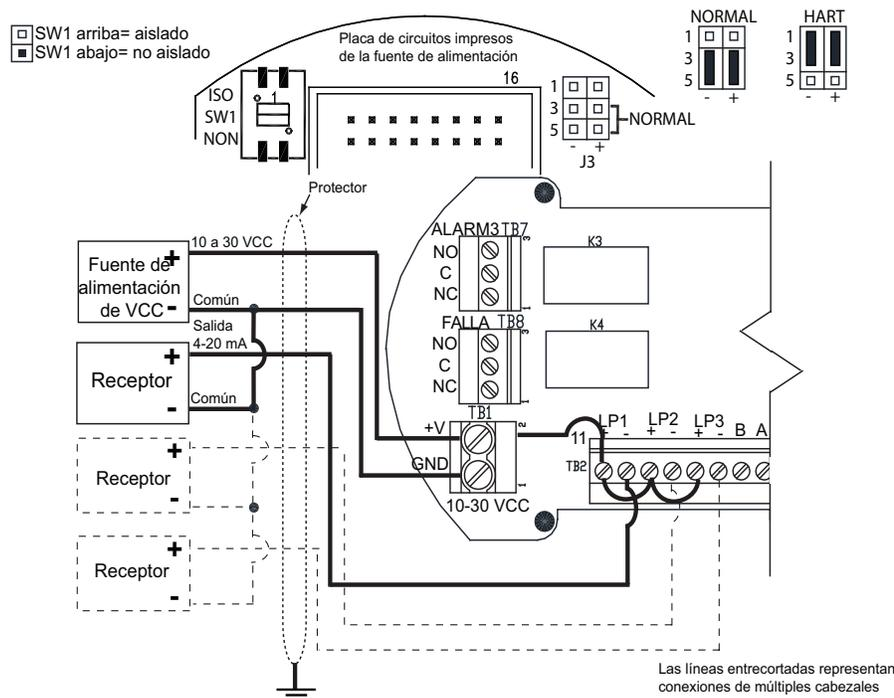
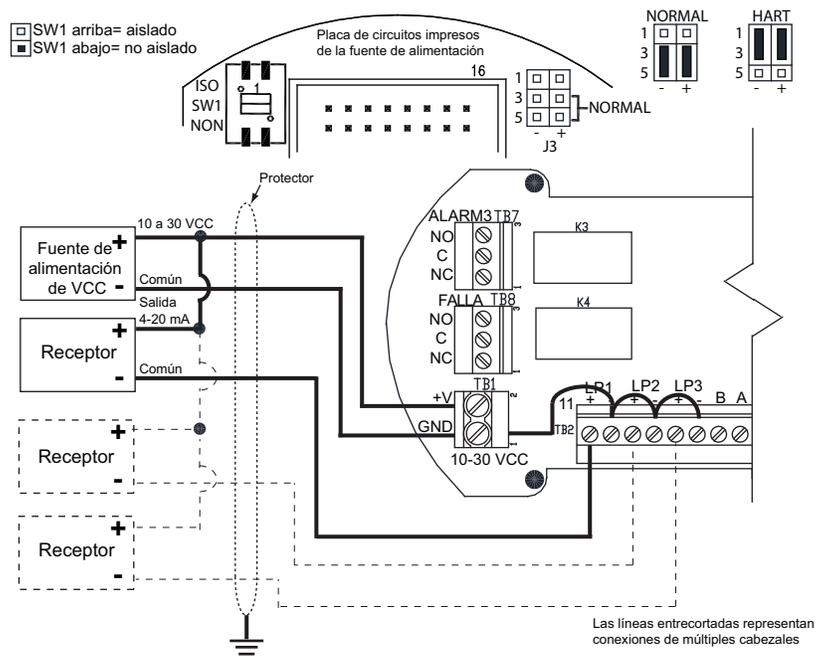

Figura 4-14: Conexión para fuente de 3 cables
Figura 4-15: Conexión para drenaje de 3 cables
5. Conecte los conectores positivo (+) y negativo (-) que vienen de los dispositivos al bloque de terminales 2 (TB2) en el circuito del terminal/relé/MODBUS RS-485 (consulte la Figura 4-14: Conexión para fuente de 3 cables y la Figura 4-15: Conexión para drenaje de 3 cables para ver más detalles).